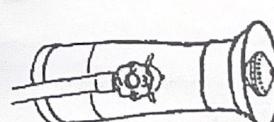

Рис. 11
1. Распыление жидкостей. Ослабьте стягивающий колпачок, отрегулируйте длину форсунки, подобрав нужные условия распыления. Вращайте регулирующую рукоять для изменения количества распыляемого вещества. См. Рис.11.